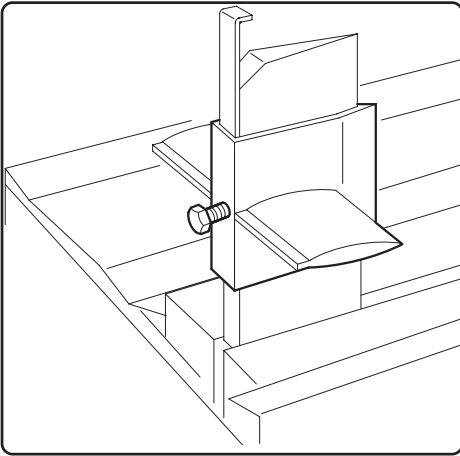

Fig. 9
- 2) posizionare il coltello a 4 vie sopra il coltello a due vie come mostrato in fig. 9;
- 3) serrare a fondo la vite di bloccaggio (vedi fig. 9) del coltello a 4 vie.